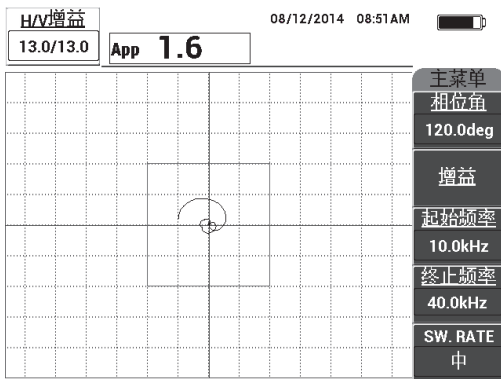

图 6-19 被限制在两个分区内的扫频图像
2. 将探头端部放置在标准试块没有缺陷的区域上，按增益键（dB），然后使用旋钮调整增益，直到扫频图像被限制在报警框中的两个分区以内（参见第 134 页的图 6-19）。